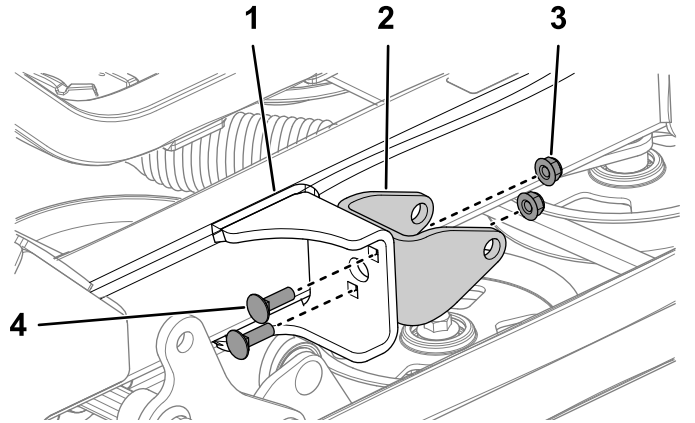

Figure 10
2. Fixez le support de l'actionneur au tube de cadre gauche à l'aide de 2 boulons de carrosserie (5/16" x 1") et de 2 contre-écrous (5/16"), comme montré à la Figure 10.